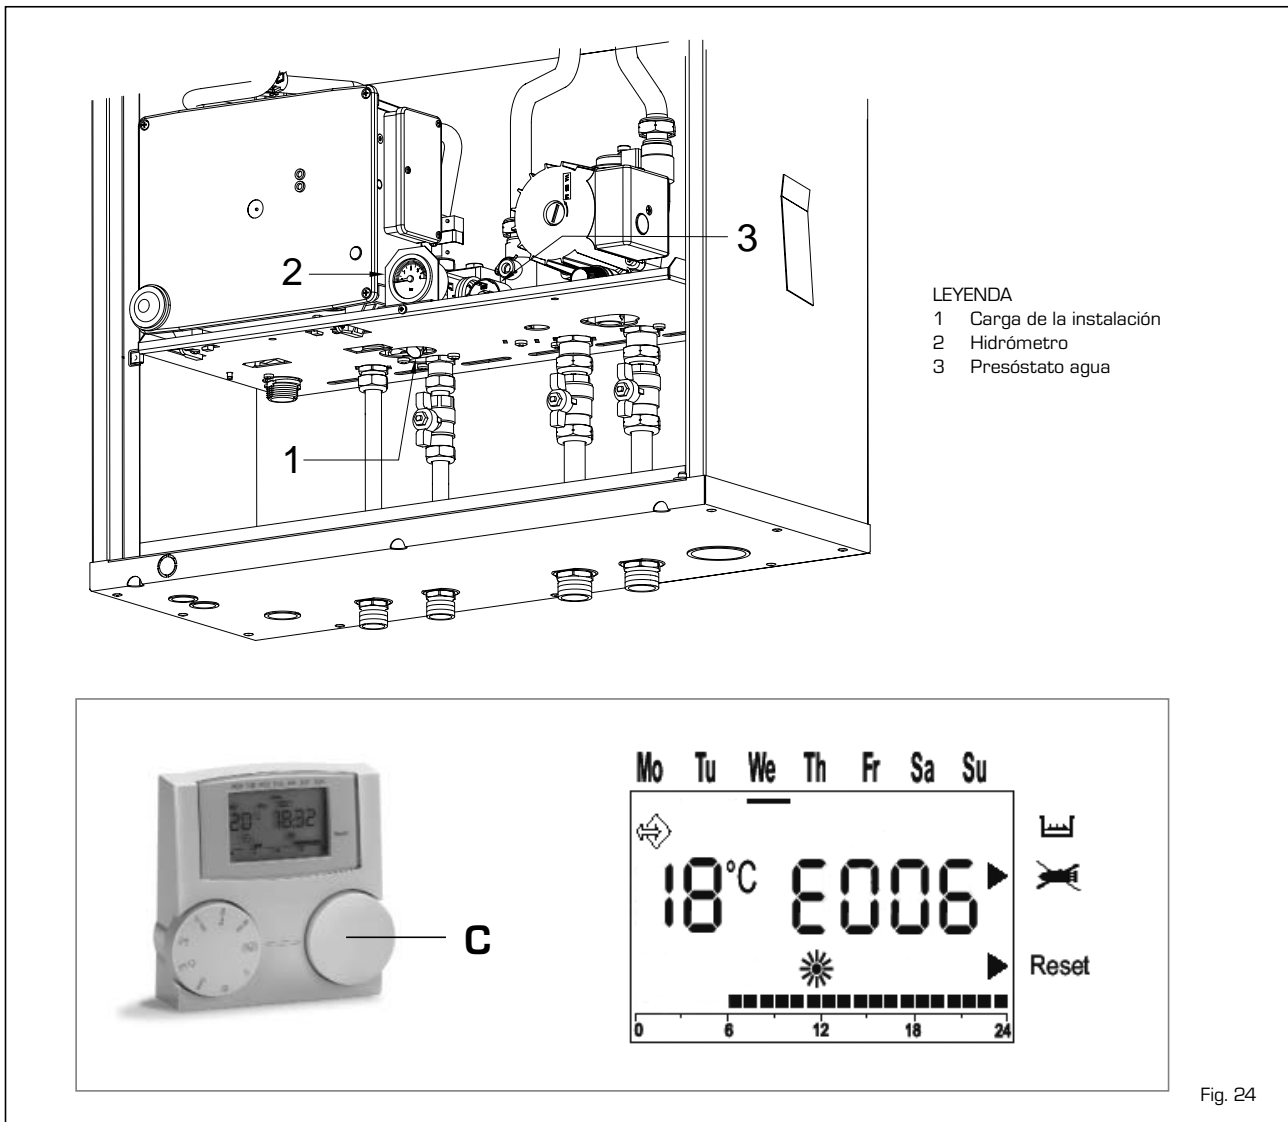

Fig. 24
**INTERVENCIONES DE EFECTUAR EN EL CASO DE ANOMALIA (FIG. 24)**